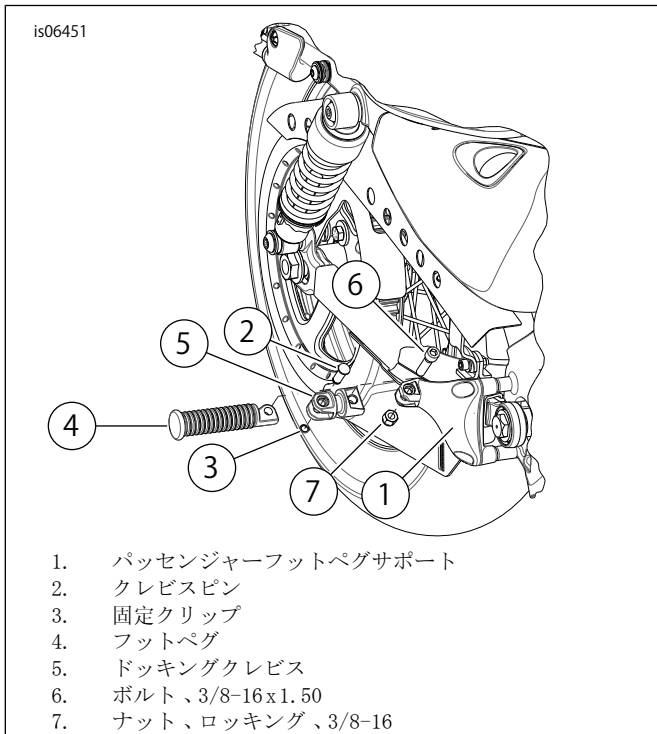

図1。ドッキングクレビスの取付け
4. 「図1」を参照。サドルバックキット(6と7)にある部品を使用して、ドッキングクレビス(5)を各パッセンジャーフットサポート(1)に取り付ける。ナットを次のトルク値で締め付ける: 13.6-21.7 N·m (10-16 ft·lbs)。